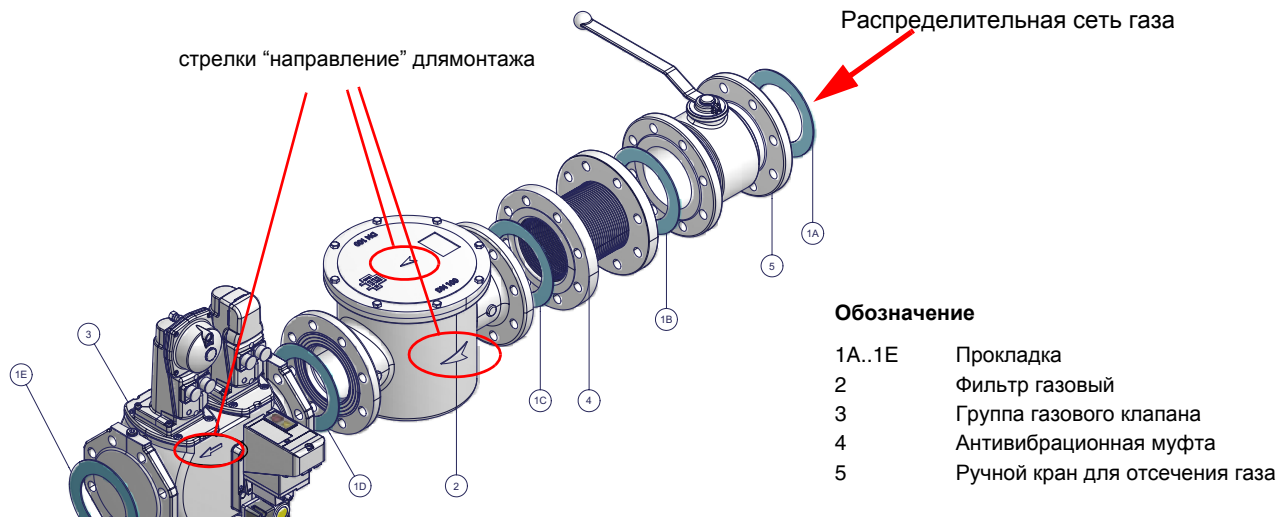

Рис. 4 - Пример газовой рампы
**ВНИМАНИЕ:** после монтажа газовой рампы согласно схеме на Рис. 4, необходимо провести тестирование на герметичность газового контура, согласно требований действующих нормативов.